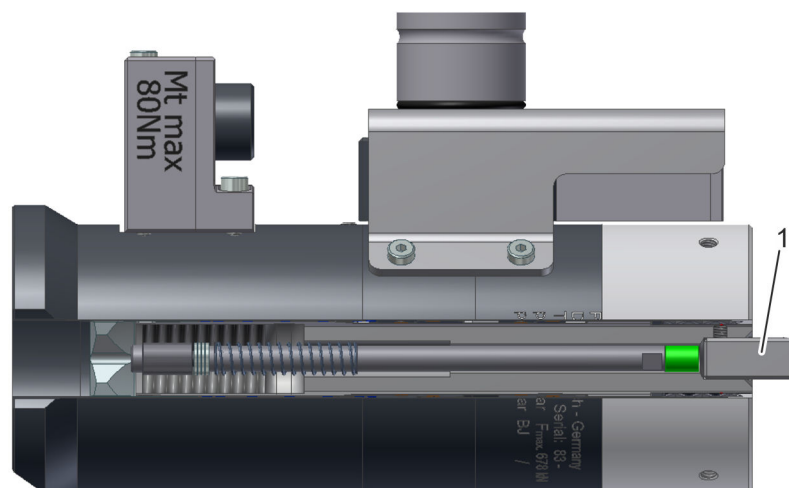

Fig. 17 : carré
5. → Introduire le carré (Fig. 17 /1).